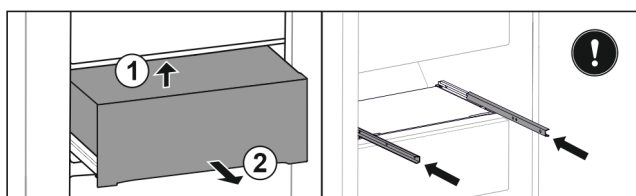

Fig. 159
- ▶ Løft skuffen bagtil nedefra. Fig. 159 (1)
- ▶ Tag skuffen ud fremefter. Fig. 159 (2)